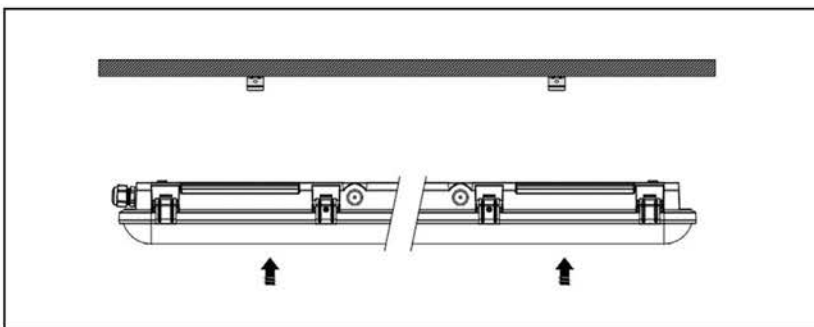

Рис. 2
- 5.7 Закрепите скобы на поверхность установки и защелкните в скобы осветительный прибор (рис. 2).